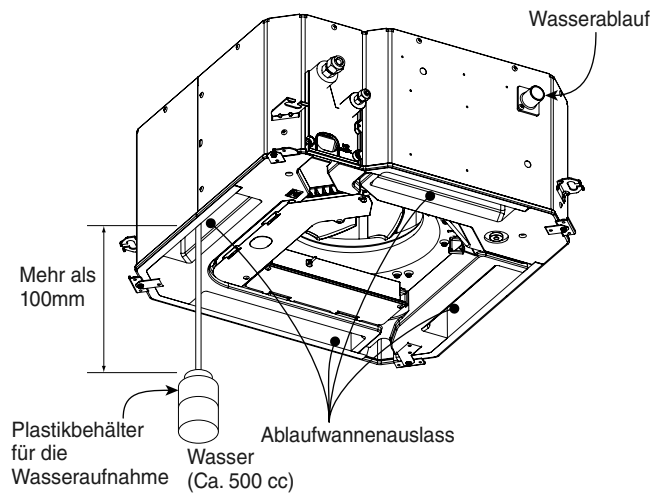

Abb. 3-54
- (1) Den Stromversorgungsanschluss zum Hauptklemmenbrett (Klemmen R, S) im Innern des Gehäuses für die elektrischen Komponenten herstellen.
- (2) Nach und nach ungefähr 500 cc Wasser in die Ablaufwanne gießen, um den Ablauf zu überprüfen. (Abb. 3-54)
- (3) Den Prüfanschluss-Stift (CHK) an der Inneneinheit-Steuerleiterplatte überbrücken, um die Ablaufpumpe zu aktivieren. Den Wasserablauf am durchsichtigen Ablaufrohr überprüfen, dann die Einheit auf Undichtigkeiten überprüfen.
- (4) Nach der Überprüfung des Abflaufs den Überbrückungsstecker am Prüfanschluss-Stift (CHK) wieder abnehmen, dann die Leitungsabdeckung wieder anbringen.